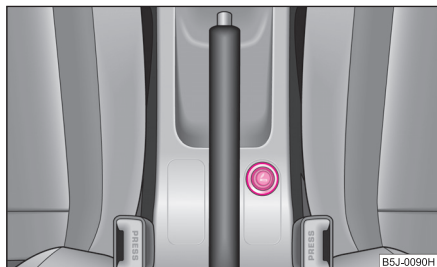

Fig. 91 Consola centrală: Bricheta
- Apăsăți capătul brichetei înăuntru ⇒ fig. 91.